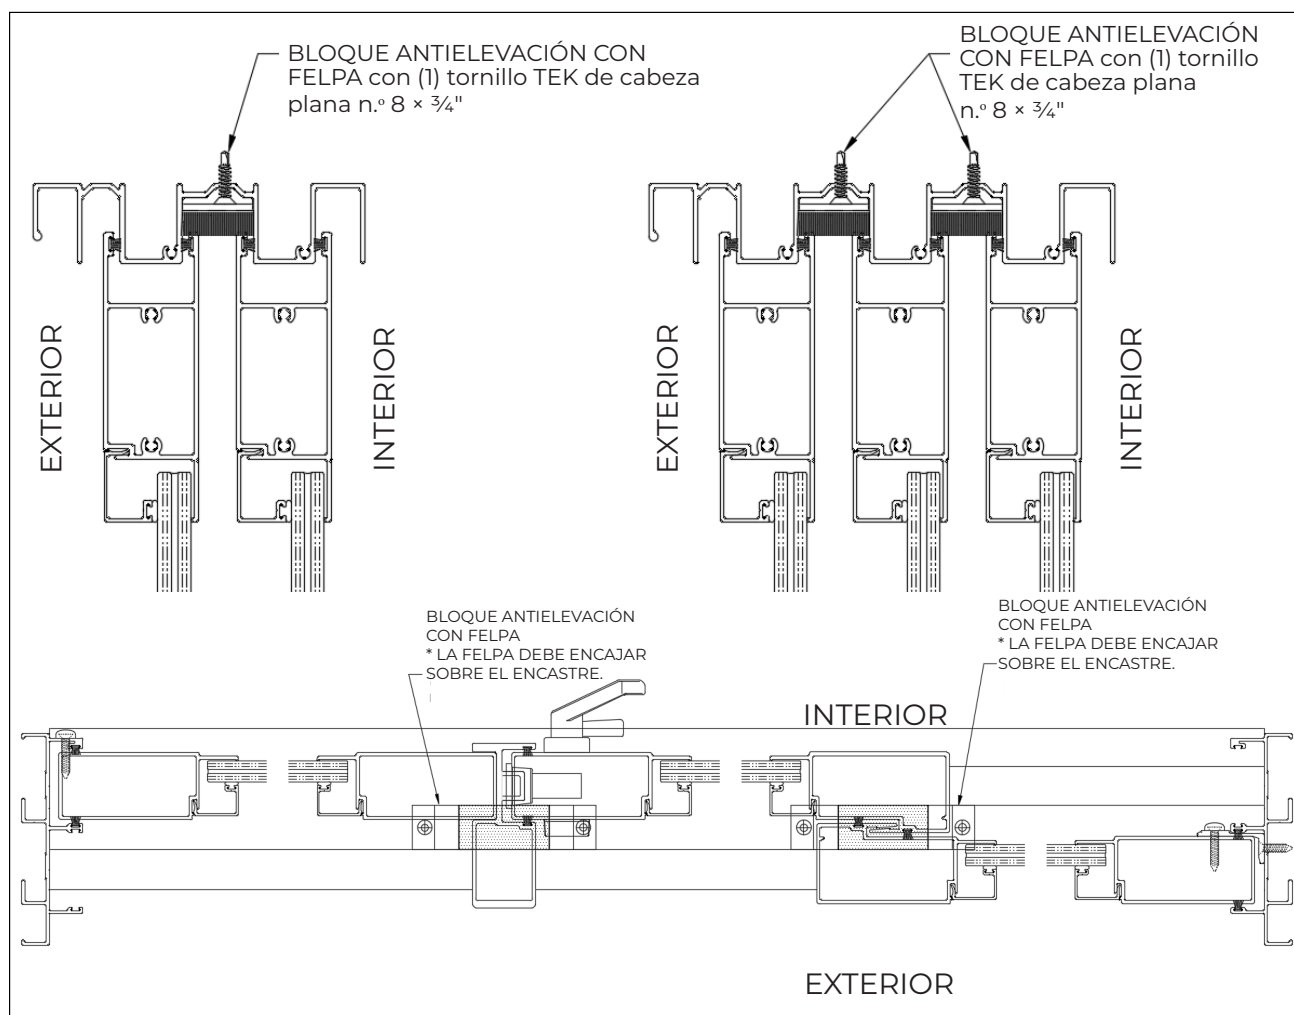

FIGURA 10
- 4. Antielevación:** Instale el tope antielevación en el cabezal del marco, en las ubicaciones de los encastres y los astrágalos. Consulte la figura 10. El burlete debe encajar correctamente sobre el encastre antes de fijarlo al cabezal con los tornillos suministrados. Asegúrese de que el tornillo solo sea accesible desde el interior.